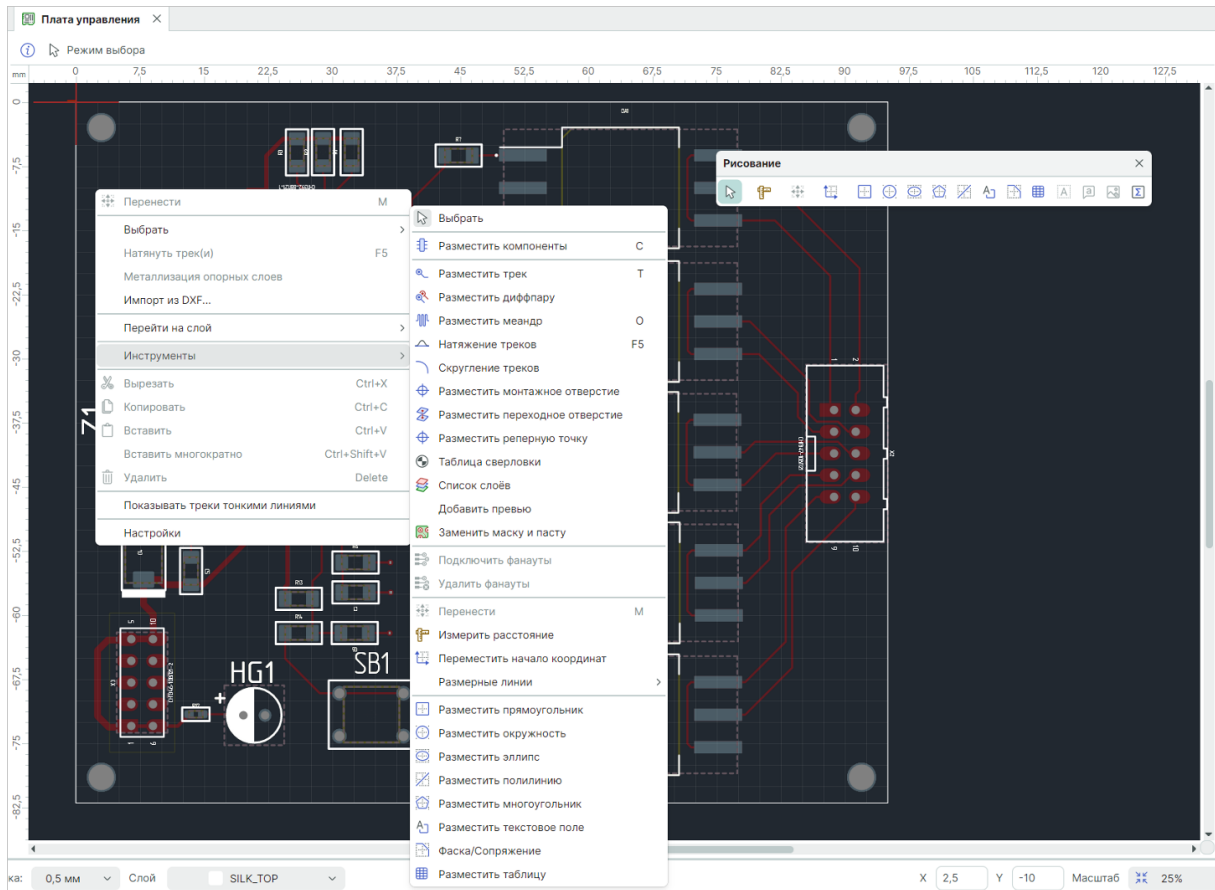

Рис. 191 Инструменты графического редактора
2. Разместите необходимые графические объекты, используя инструменты графического редактора, см. Рис. 191. При этом для слоев, не предназначенных для размещения графической информации, инструменты графического редактора будут недоступны.